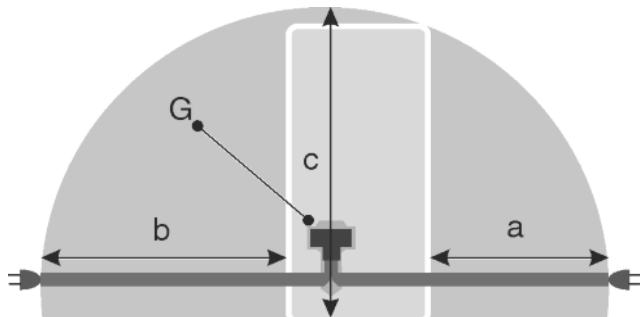

Fig. 23
- Steckdose liegt außerhalb des Geräterückseitenbereichs im gegebenen Bereich Fig. 23 (a, b, c).
- ▶ Gerätestecker Fig. 23 (G) auf der Rückseite des Gerätes einstecken. Auf richtiges Einrasten achten.